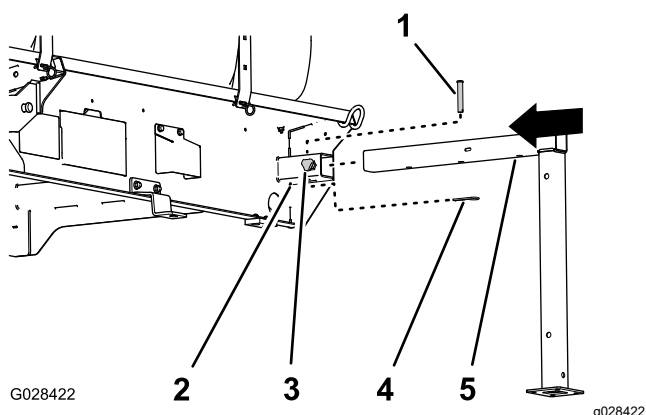

図 99
1. 前用のジャッキスタンドを、タンク前部のジャッキスタンド受けに合わせる図 99。
2. ジャッキスタンドをスタンド受けに差し込み、スタンドの水平チューブの中央の穴をジャッキ受け上部の穴に整列させる図 99。
4. ジャッキ受けにロックノブを取り付けて手締めする図 99。